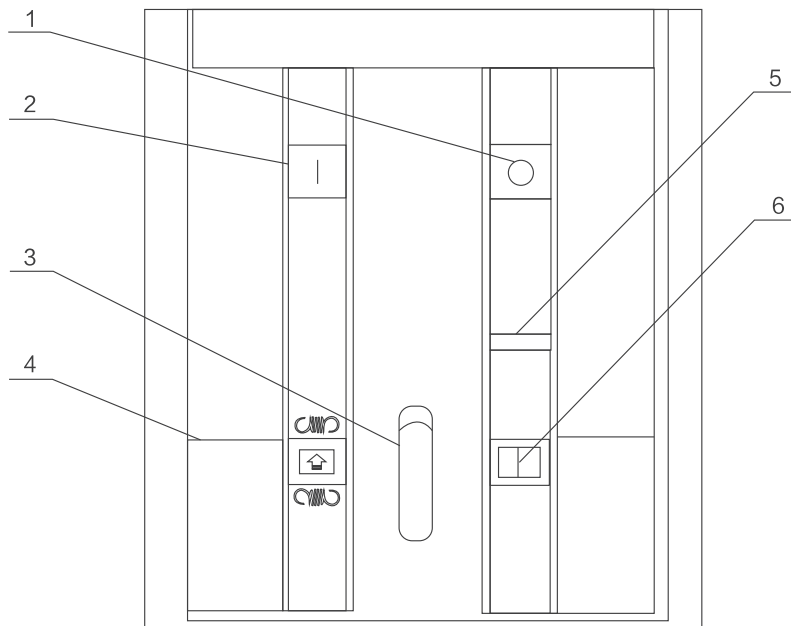

图4
用专用储能手柄伸入操作孔(如图4中项3)中, 摆动操作, 从储能指示观察窗中(如图4中项4)看到储能标记指向已储能。
合闸：操作断路器合闸按钮（如图4中项2）（带电气闭锁且未通电时不得进行手动合闸）
分闸：操作短路分闸按钮（如图4中项1）
- 每次操作时，计数器自动进一位，从面板观察窗中观察相应的位置（如图4中项5）